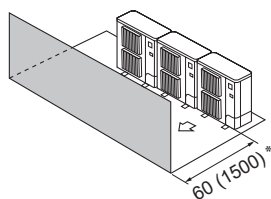

Fig. 2-13
- ③ Obstáculos en la parte delantera (Fig. 2-13)